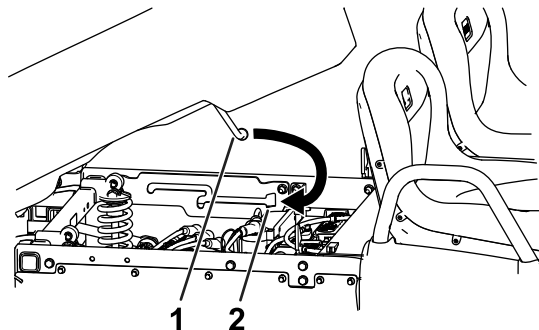

Bild 5
4. Stellen Sie die Höhe und Position der Hebegeräte so ein, dass das kurze Ende der Stützstange mit dem Schlüsseloch am Ende des Stützstangenschlitzes im linken Rahmenkanal oder der Stützstangenhalterung ausgefluchtet ist (Bild 5).
5. Drehen Sie die Stützstange nach vorne und stecken Sie das kurze Ende der Stange durch das Schlüsseloch (Bild 5).